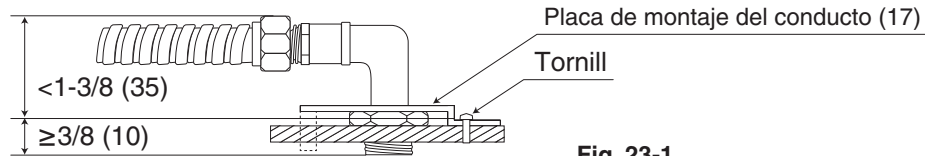
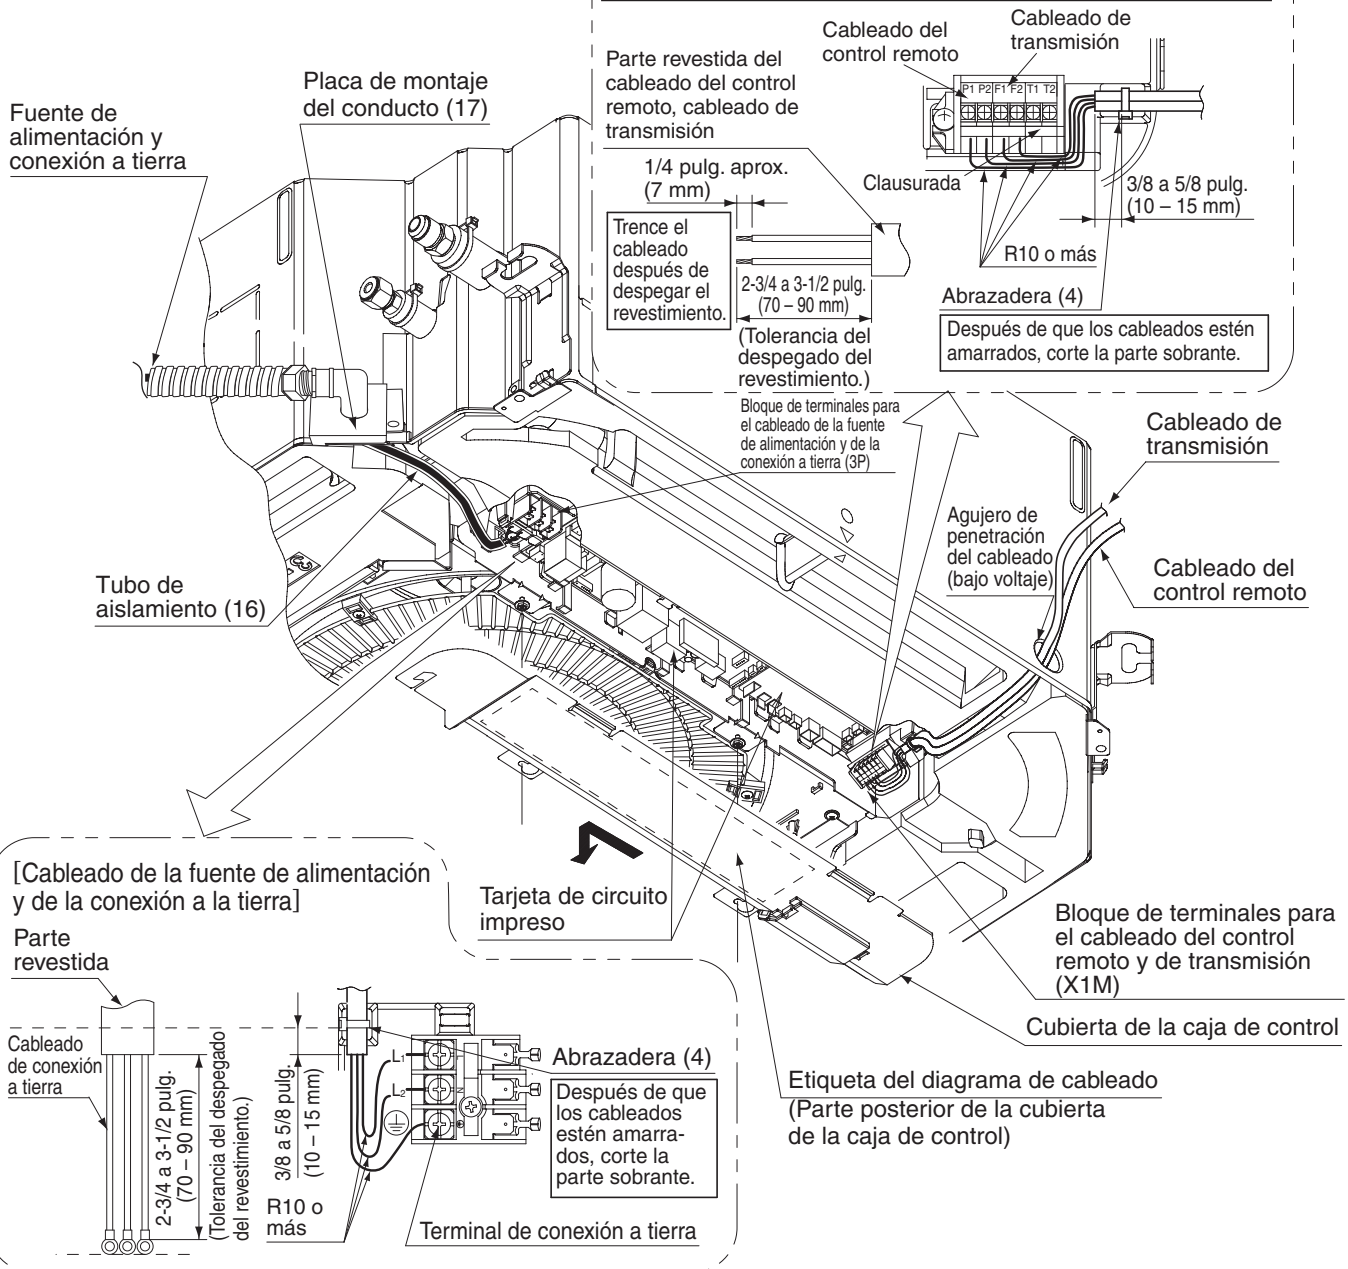

Fig. 23-1
Fig. 23-2
Pase el cable de la fuente de alimentación a través del tubo de aislamiento adjunto (16) entre la salida del conducto y el terminal de la fuente de alimentación, y sujételos entre sí con la abrazadera incluida (4). **(Consulte Fig. 23-2)**
Utilice un par de la placa de montaje de conducto (17) para conectar un conducto a la unidad como se muestra en la Fig. 23-1. Después de conectar el cableado de la fuente de alimentación a [L₁ · L₂] en el bloque de terminales de la fuente de alimentación (X2M) y el cableado de conexión a tierra al terminal de tierra, sujételos cerca del bloque de terminales con la abrazadera incluida (4). **(Consulte Fig. 23-2)**
Jale el cableado a través del orificio de penetración para cables (bajo voltaje). Después de conectar el cableado del control remoto a [P1 · P2] y el cableado de transmisión a [F1 · F2] en el bloque de terminales (X1M), sujételos cerca del bloque de terminales con la abrazadera incluida (4). **(Consulte Fig. 23-2)**
- Utilice un conducto tipo codo de 90° con las dimensiones en la Fig. 23-1 para evitar que golpee la cubierta oscilante del motor del panel de decoración.